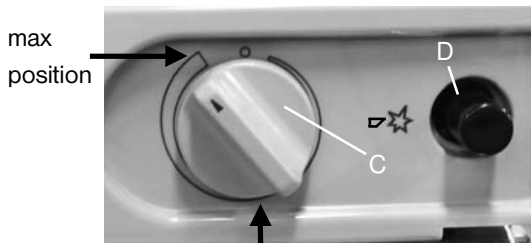
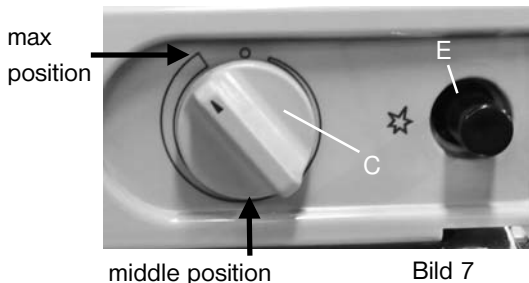

Bild 6
Bild 7
## 9. Så här ansluts gasflaskan till kylan (bild 6, 7)
Bild 6 visar en nippel (D) för gasanslutning med för detta ändamål godkänd gummislang och slangsvep.
Apparaten består av en gas/elektrisk termostatknapp (C) med inbyggd säkerhetsindikator och brännande tändstift, en piezo tändare (bild 6) (D) eller elektrisk tändare (bild 7) (E). och en lågindikator (galvanometer)(B).